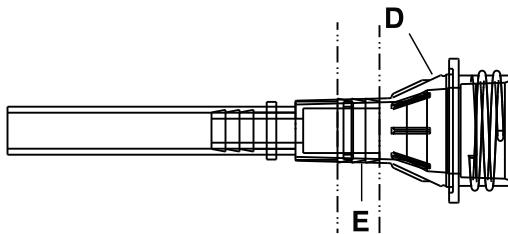

**Figur 9-5: Reduktionskoppling**
5. Använd avbitartången för att försiktigt klippa av buntbandet (C) närmast fotänden av madrassöverdraget, som håller fast LAL-slangen och reduktionskopplingen (A) vid ventilhuset (B) (Figur 9-5 på sidan 9-20).
5. Använd avbitartången för att försiktiglt klippa av buntbandet (C) närmast fotänden av madrassöverdraget, som håller fast LAL-slangen och reduktionskopplingen (A) vid ventilhuset (B) (Figur 9-5 på sidan 9-20).